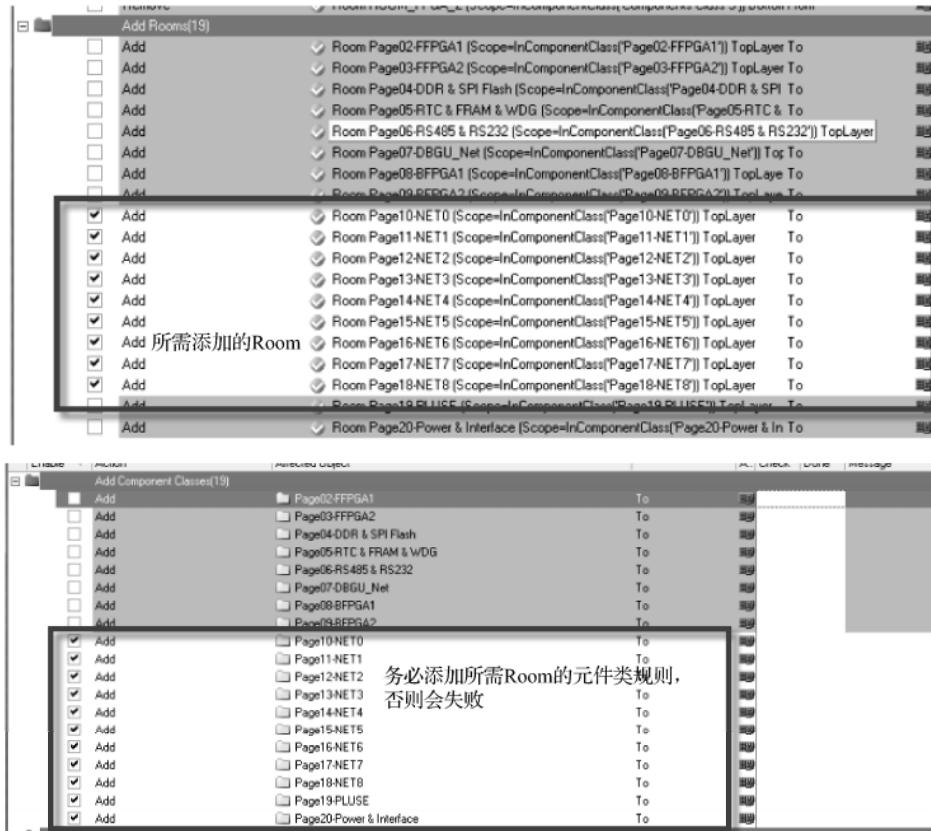

图 12-12 Room (区域) 和类的添加
② 元件不能锁住，否则无法进行。
(2) 在原理图中直接执行更新命令至 PCB，如图 12-12 所示，在导入的界面中有 9 张原理图（相同模块数分割的原理图张数）。原理图生成 Room Page10-NET0~Room Page18-NET8，这正是我们所需要的。值得注意的是，元件类规则必须同时导入，否则不成功。